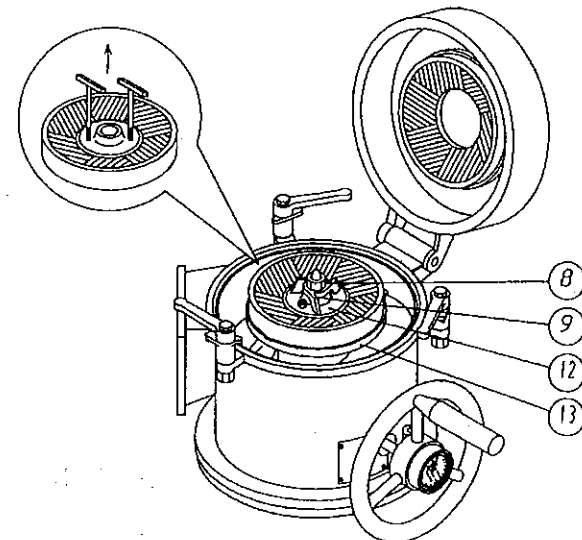

図20-3
- ・⑧袋ナット・⑨ナット又は三枚羽根ナットを取ります。
- ・石押さえ金具とグラインダー (回転側) が抜きにくい場合は⑫石押さえ金具のボルトを外し、図の様に付属部品のT字ボルトを使い抜いて下さい。(図20-3)